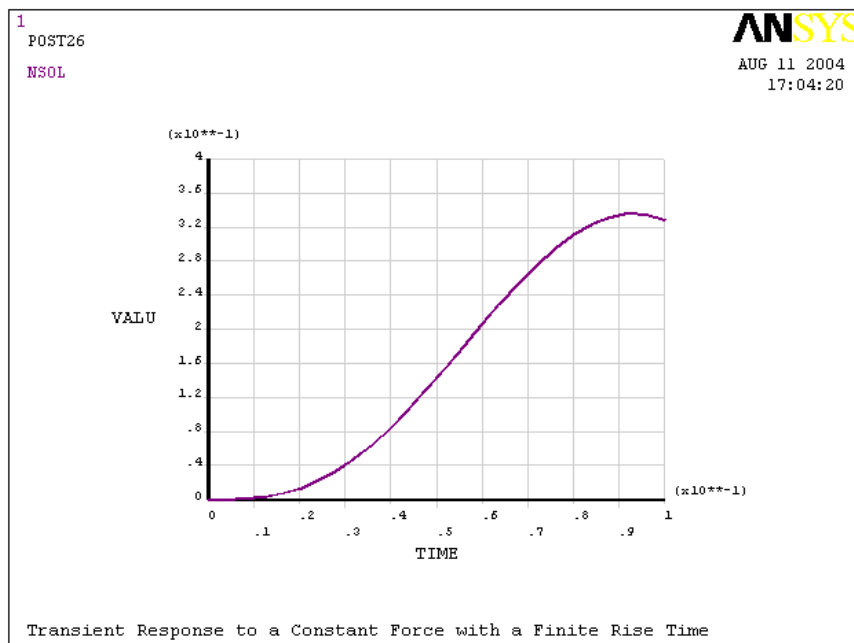

图10.41 图形显示变量
(22) 单击 Main Menu>TimeHist Postpro>Graph Variables 菜单，在【1st variable to graph】文本框中输入【2】，然后单击【OK】按钮，将图形显示位移-时间曲线。如图 10.41 所示。